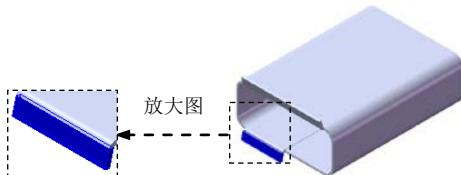
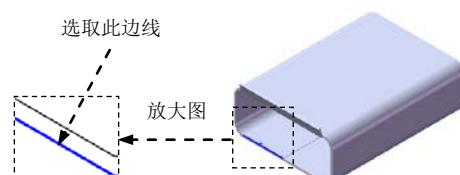

图 10.19 边线—法兰 2
图 10.20 边线法兰的边线
(3) 定义法兰参数。
① 定义法兰角度值。在**角度(G)**区域的文本框中输入角度值 75.0。
② 定义长度类型和长度值。在“边线法兰”对话框的**法兰长度(L)**区域的下拉列表中选择**给定深度**选项，输入深度值 2.0。在此区域中单击“内部虚拟交点”按钮C。
③ 定义法兰位置。在**法兰位置(N)**区域中单击“折弯在外”按钮L。
(4) 单击√按钮，完成边线—法兰 1 的创建。
Step4. 创建图 10.19 所示的钣金特征——边线—法兰 2。选取图 10.20 所示的模型边缘为生成的边线法兰的边线，详细操作过程请参照 Step3。